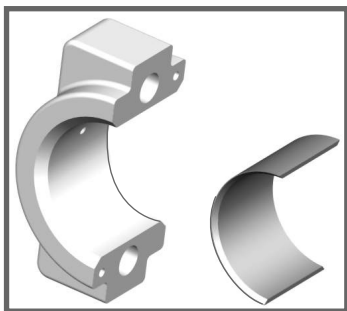

Fig. 53
- 7- Retirar a parte superior e inferior da bronzina (Fig. 53)